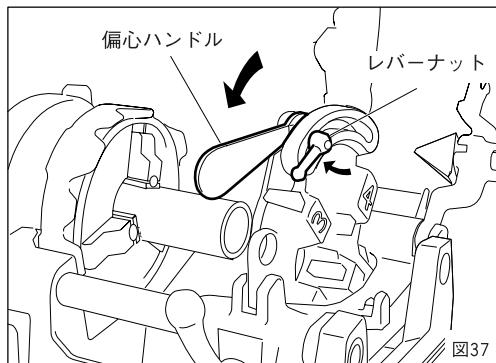

図37
①ねじ切りのサイズ寸法を合わせるには偏心台の目盛りを、ダイヘッドのサイズ目盛りのねじ切り寸法に合わせて、レバーナットを締めて固定してください。(図37)
②スイッチを入れるとオイルはダイヘッドから自動的に注油されます。
③送りハンドルを右回り方向に動かしパイプにチエーザを押し付け付けてください。ねじ山が3~4山切れればあとは自動的にねじが切れます。